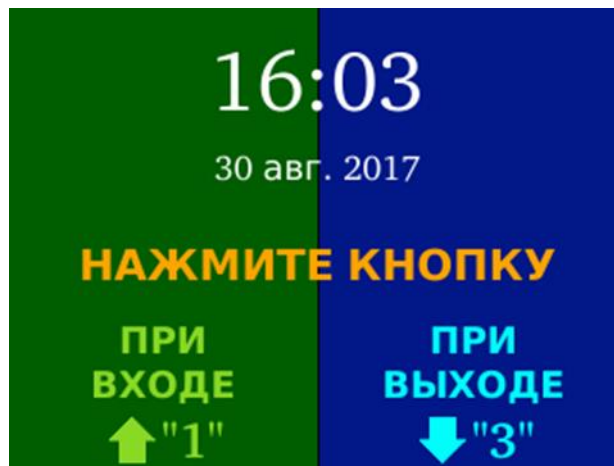

Рисунок 27 – Экран терминала в режиме «Кнопка входа/выхода + ладонь или карта»
- **Кнопка входа/выхода + ладонь или карта** (см. рисунок 27)